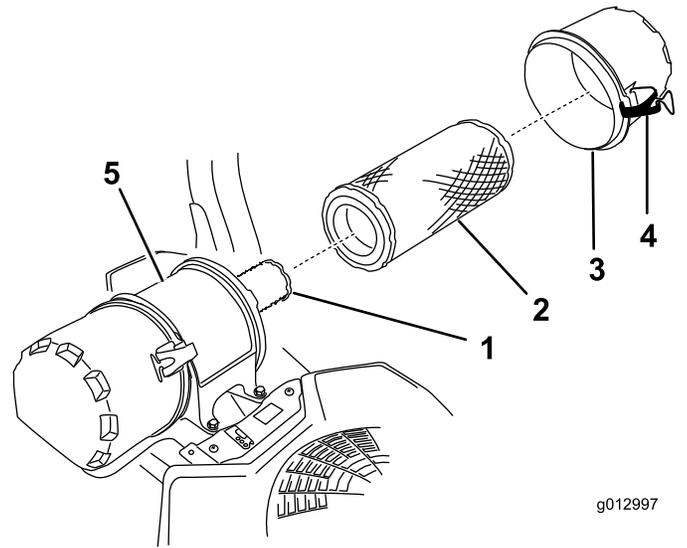

Figure 46
6. Ouvrez les dispositifs de verrouillage du filtre à air et détachez le couvercle du boîtier du filtre (Figure 46).
8. Sortez le préfiltre du boîtier du filtre avec précaution (Figure 46).
- Si vous remplacez l'élément intérieur, insérez-le avec précaution dans le boîtier du filtre (Figure 46).
- Placez ensuite le préfiltre sur l'élément intérieur avec le même soin (Figure 46).
- Remettez en place et verrouillez le couvercle du filtre à air (Figure 46).